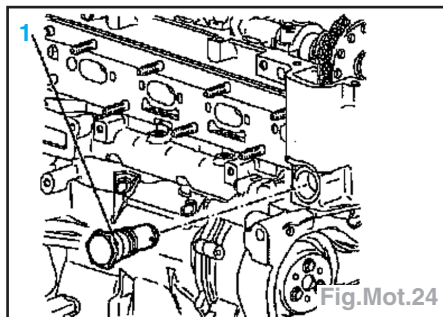

Fig.Mot.24
- le tendeur de chaîne de distribution d'arbre à cames (Fig.Mot.24)